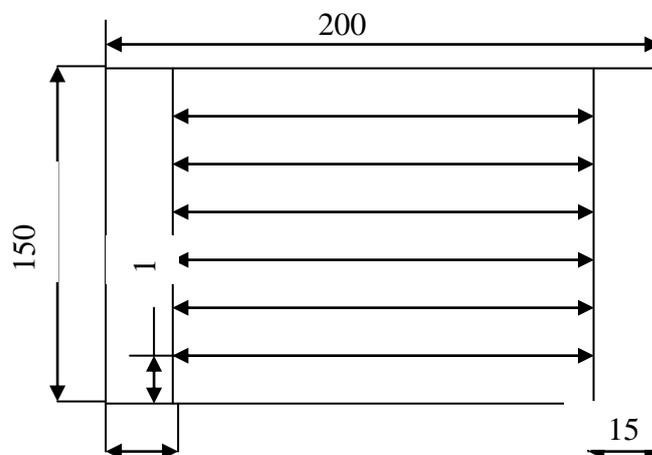

Figure 2.13
4. Tracer la pièce et faire des repères en **V** tous les 15mm (Figure 2.13).